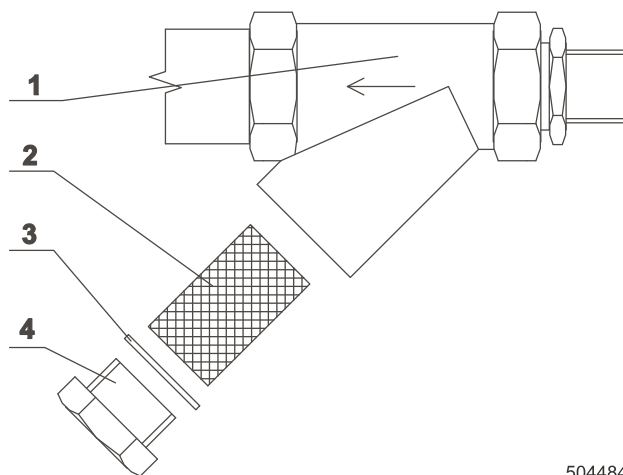

Fig. 5.2.1.A Rete del filtro di vapore
Per le macchine con il riscaldamento a vapore è necessario di una volta ogni 1 - 3 mesi secondo impurità di pulire la rete del filtro di vapore. L'intervallo di pulizie dipende alla quantità di elementi solidi contenuti in vapore fig. 5.2.1.A.
2. Svitare il tappo di filtro fig. 5.2.1.A. pos. 4 e togliere la rete di filtro (2).
4. Inserire la rete di filtro dentro del corpo di filtro (1) ed avvitare il tappo (4).